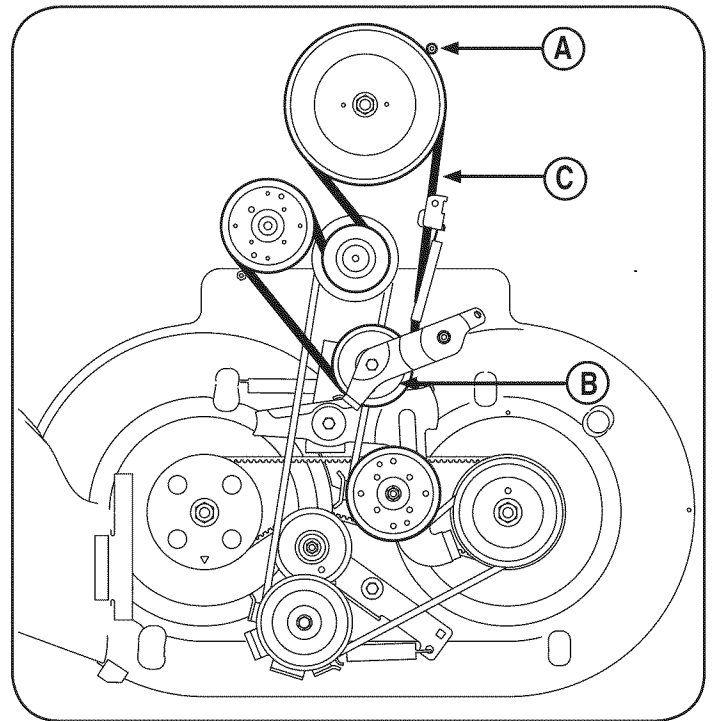

Figura 22
4. Afloje el guardacorrea (A). El guardacorrea está sujeto a la parte inferior del bastidor de la cortadora, Figura 22.
5. Afloje la polea loca (B) aflojando el perno y la tuerca, Figura 22.
6. Extraiga la correa (C) de alrededor de las poleas, Figura 22.